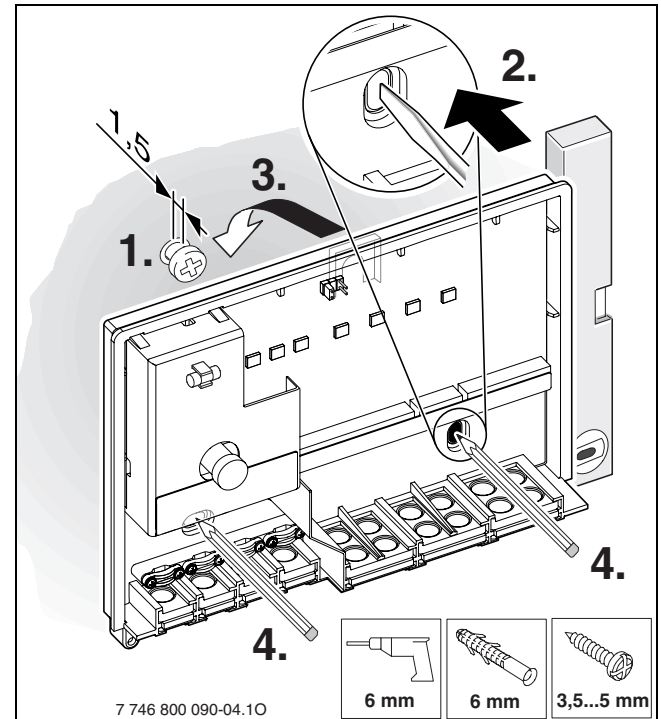

Bild 8 Obere Befestigungsschraube
- ▶ Für die obere Befestigungsschraube Loch mit Ø 6 mm bohren, Dübel einstecken, und die Schraube bis auf 1,5 mm eindrehen (→ Bild 8).